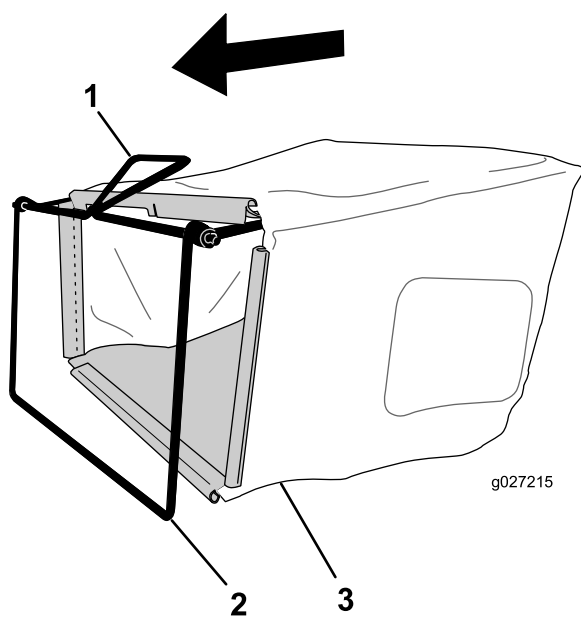

Figura 7
1. Coloque el recogedor sobre el bastidor, según se muestra en la Figura 7.
Nota: No coloque el recogedor sobre el manillar (Figura 7).